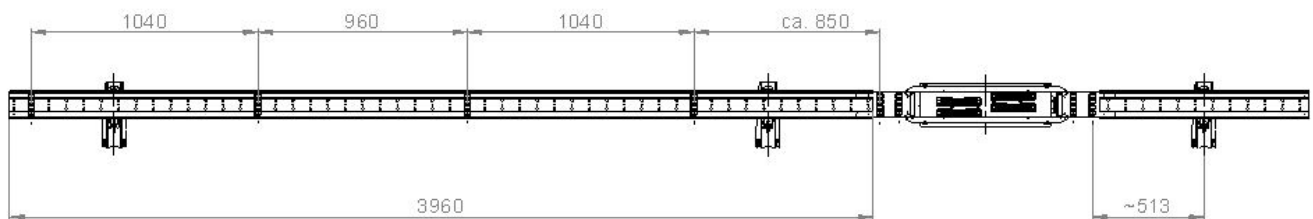
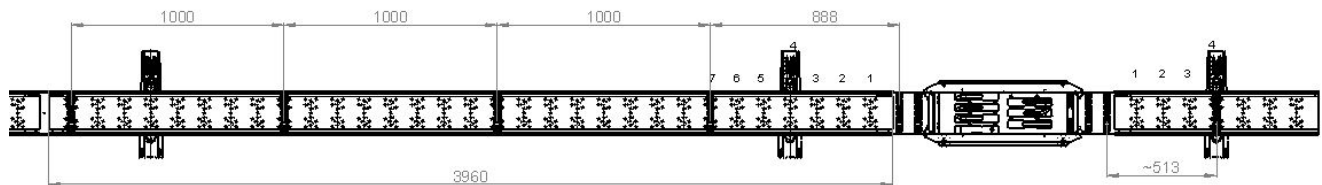

Abb. 18: Abstände der Schienenhalter 0812 im Tragprofilssystem ProShell 128
Abb. 19: Abstände der Schienenhalter 0812 im Tragprofilssystem ProShell 206
- Die Abstände der Schienenhalter sind wie in Abb. 18 bzw. Abb. 19 gewählt